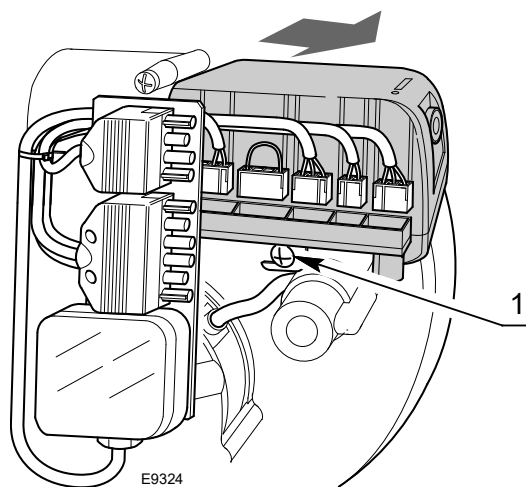

Fig. 17
- sconnettere tutti i connettori ad essa collegati, la spina a 4 poli, la spina a 6 poli, i cavi di alta tensione ed il filo di terra (TB);
- svitare la vite 1)(Fig. 17) e tirare il controllo fiamma nel senso della freccia.
- avvitare la vite 1)(Fig. 17) con una coppia di serraggio da $1 \div 1,2$ Nm;